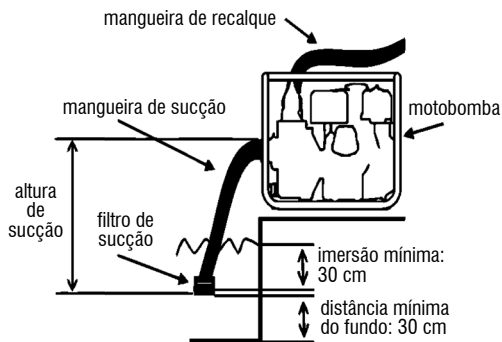

Fig. 2 – Sucção, recalque e elevação total
- Para uma melhor performance da motobomba, a mesma deve estar o mais próximo possível do nível da água que se deseja remover. Quanto menor a altura de sucção, maior será a vazão da motobomba (fig. 2).
- O filtro de sucção deve ser imerso pelo menos 30 cm para evitar a sucção de ar e mantido no mínimo a 30 cm do fundo, evitando a sucção de pedras e outros resíduos (fig. 2).